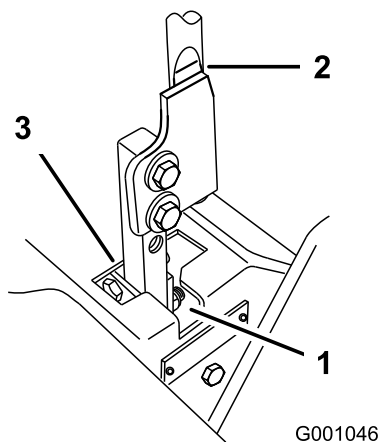

Figure 73
5. Placez le levier au point mort, sans le verrouiller (Figure 73).
6. Tirez le levier en arrière jusqu'à ce que l'axe de chape (situé sur le bras au-dessous de l'axe de pivot) touche l'extrémité de la fente (c.-à-d. commence juste à appuyer sur le ressort) (Figure 73).
7. Vérifiez la position du levier par rapport au cran de la console (Figure 73). Il doit être centré de façon à pouvoir pivoter vers l'extérieur jusqu'à la position de verrouillage du point mort.